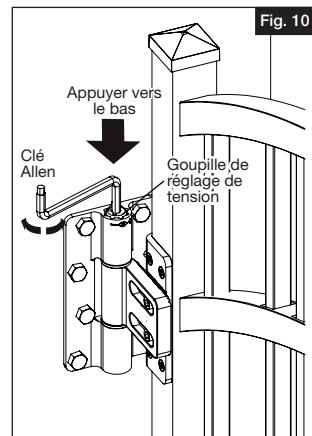

Fig. 10
- a. Placer la clé Allen dans la tête de la goupille de réglage de tension dans la charnière. La tête se trouve à l'extrémité la plus proche des symboles + et – sur le bâillet de la charnière (Fig. 10).
- b. Suivant les indicateurs sur les symboles + et – sur le bâillet de charnière, appuyer vers le bas sur la goupille de réglage de tension et faire tourner la goupille d'un quart de tour vers + pour serrer ou vers – pour desserrer jusqu'à l'atteinte de la tension désirée (Fig. 10).